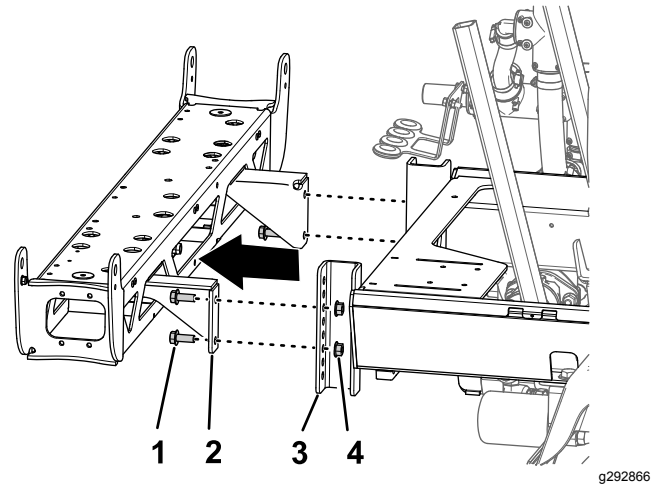

Bild 81
3. Entfernen Sie die vier Bundkopfschrauben (1/2" x 1-1/4") und vier Sicherungsbundmutter (1/2"), mit denen die Stützhalterungen für den mittleren Auslegerabschnitt am Befestigungskanal am Rahmen des Sprühfahrzeugs befestigt sind, und nehmen Sie den mittleren Auslegerabschnitt von der Maschine ab (Bild 81).